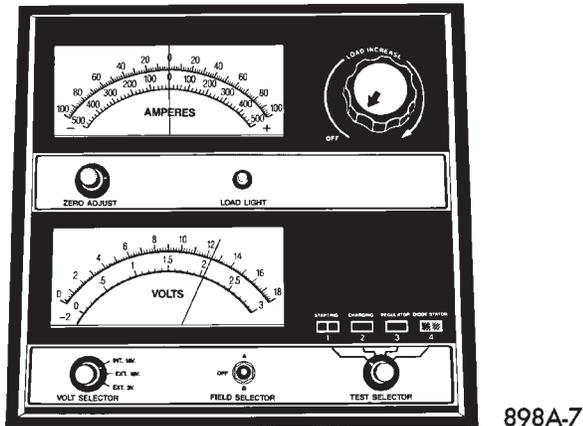

Abb. 5 Ruhespannung überprüfen—Typisch
(1) Vor dem Messen der Ruhespannung muß die Oberflächenspannung von den Platten abgebaut werden. Hierzu die Hauptscheinwerfer 15 Sekunden lang eingeschaltet lassen und anschließend fünf Minuten lang warten, damit sich die Batteriespannung stabilisieren kann.
(2) Zuerst das Batterie-Minuskabel (-) und danach das Batterie-Pluskabel (+) abklemmen und elektrisch isolieren.
(3) Voltmeter an den Batteriepolen anschließen (Hinweise des Geräteherstellers beachten) und die Ruhespannung messen (Abb. 5).